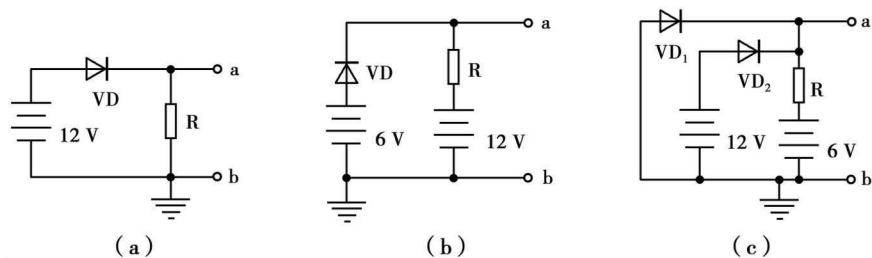

图 1-2
例 1-1 试指出图 1-2 中二极管的工作状态,并计算出输出电压 U_{ab} 。设二极管为理想的二极管。
解:①在图 1-2(a)中,b 点电位为 0 V,将 VD 断开,则 VD 的正极电位为 12 V,负极电位为 $IR=0$ (因为 $I=0$),所以 VD 的正极电位大于负极,二极管导通, $U_{ab}=12$ V。
②在图 1-2(b)中,设二极管导通,则沿着二极管导通的方向列回路方程有: $-6+IR+12=0$,解出 $I=-6/R$,得出 I 为负值,说明电流的实际方向与二极管导通后的电流方向相
③在图 1-2(c) 中, b 点电位为 0 V,将 VD_1 和 VD_2 断开,所以 VD_1 的正极电位为 0 V,负极为 6 V,所以 VD_1 截止。 VD_2 的正极电位为 12 V,负极电位为 6 V,所以二极管 VD_2 导通。输出电压 $U_{ab}=12\text{ V}$ 。